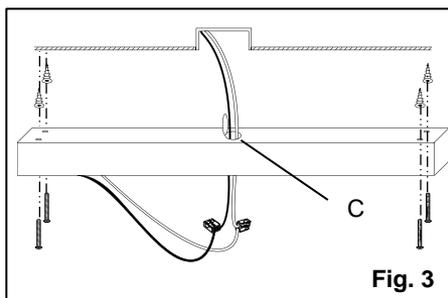

Fig. 3
1. Alignez le **corps de l'appareil** au plafond, en maintenant la boîte de sortie au centre du **corps de l'appareil**. (Fig. 3)
2. Percez un trou dans le **trou défonçable (C)** au centre du **corps de l'appareil** et faites passer les fils d'alimentation à travers ce trou. (Fig. 3)
3. Marquez l'emplacement de chacun des quatre trous de montage du **corps de l'appareil** au plafond, puis fixez une **ancree** à chacun de ces emplacements. (Fig. 3)
4. Montez le **luminaire** au plafond à l'aide des vis de montage fournies. (Fig. 3)
5. Une fois que le **corps du luminaire** est monté, connectez les fils du **luminaire** double aux fils d'alimentation dans le **corps du luminaire**. (Fig. 3)